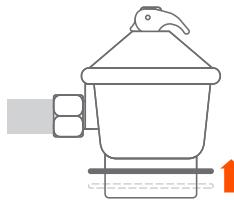

Fig. 2
- 3** Sujetando el regulador en sus manos, apriete el anillo plástico (de color negro) contra el cuerpo de éste. (**Fig. 2**)